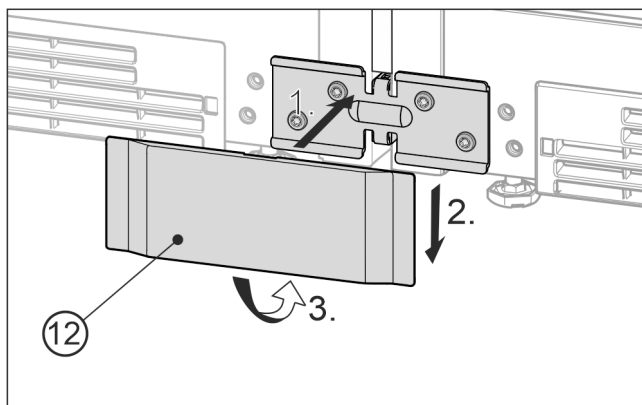

Fig. 20 Représentation à titre d'exemple
- Poser le cache Fig. 20 (12) inférieur de devant sur l'équerre Fig. 20 (1), exercer une pression vers le bas Fig. 20 (2) et encliqueter en bas Fig. 20 (3).